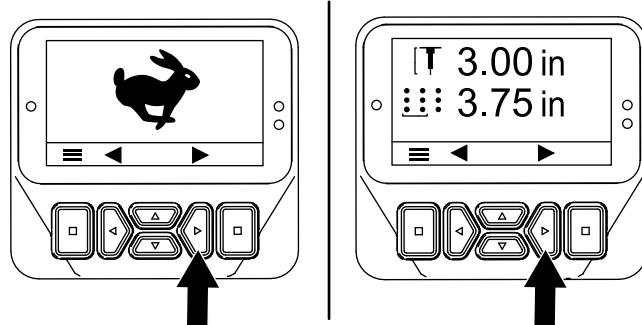
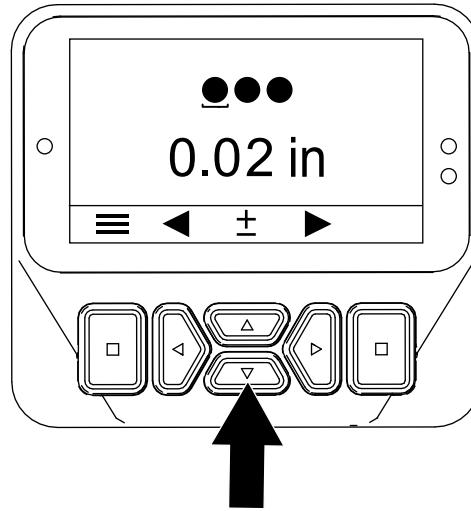

Figura 55
Figura 56
- Pulse el botón derecho hasta que se muestre la pantalla Setting the Tine Diameter (Ajuste del diámetro de los taladros) (Figura 55 y Figura 56).
- Ajuste el diámetro de los taladros con los botones arriba y abajo (Figura 56) del siguiente modo: